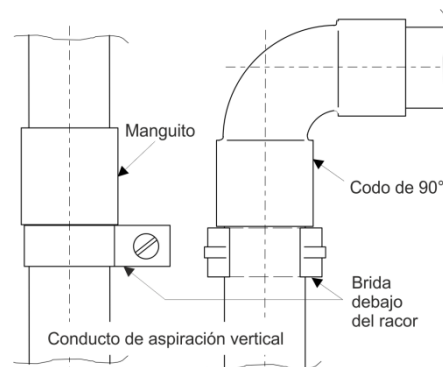

Fig. 21 Conducto de aspiración vertical
- Si el conducto de aspiración o algunos de sus elementos se colocan en vertical (p. ej., en una línea ascendente o en almacenes con estantes elevados), debe garantizarse que los tubos no se deslicen hacia abajo (colocar bridas justo debajo de los racores según la **Fig. 21**).